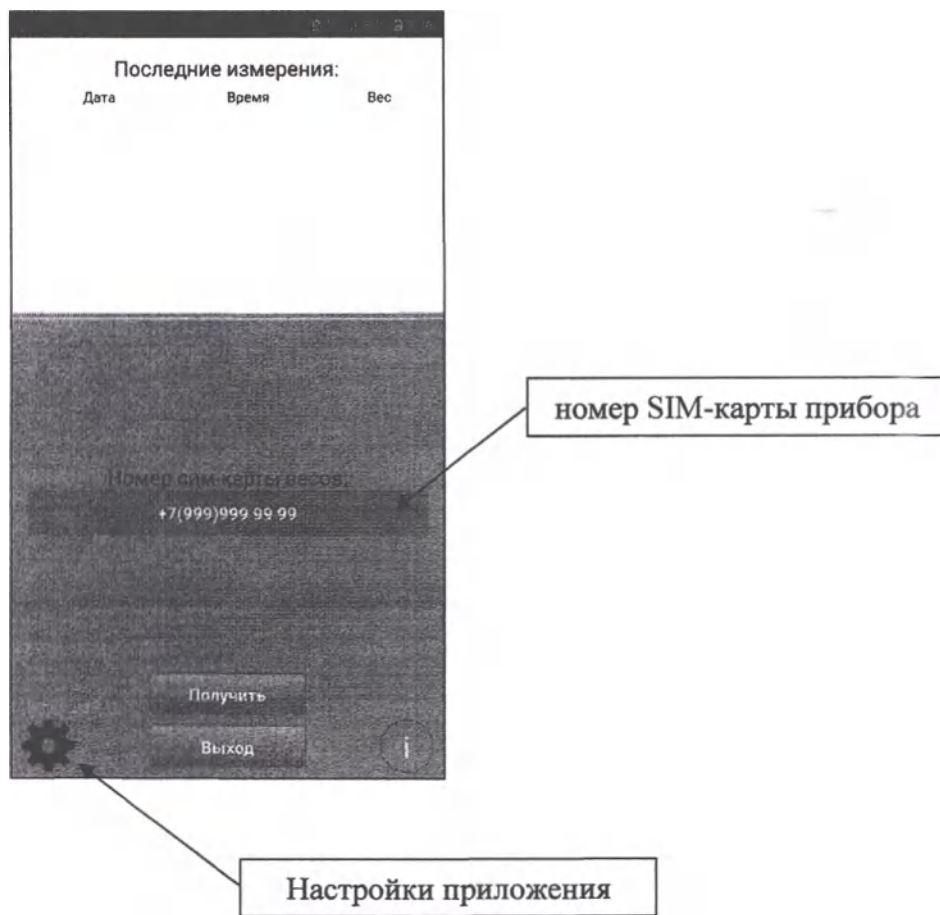

Рисунок 10. – Главное меню мобильного приложения.
2. В главном меню мобильного приложения указать номер SIM-карты прибора (рисунок 10).